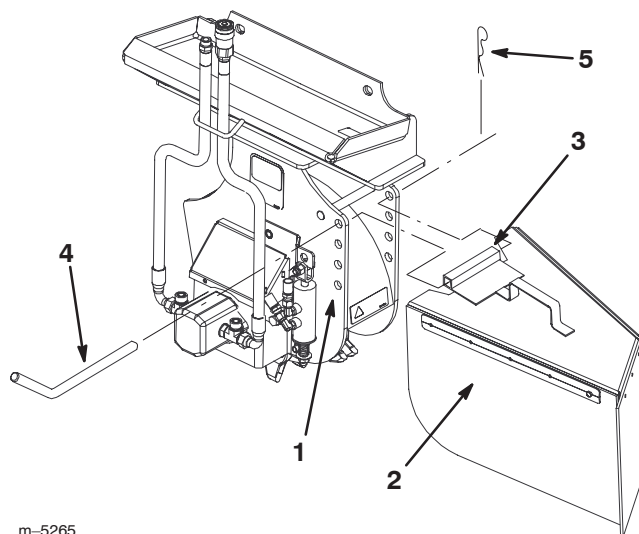

Bild 6
Das Auswurfblech der Stumpenfräse weist 4 Befestigungslöcher für eine optimale Positionierung auf (Bild 6). Bewegen Sie das Schutzblech nach oben (in die oberen Löcher), wenn Sie in der Nähe des Bodens arbeiten oder nach unten (in die unteren Löcher), wenn Sie höhere Stumpen abarbeiten. Montieren Sie das Auswurfblech wie folgt:
1. Positionieren Sie das Befestigungsrohr am Auswurfblech zwischen den beiden Löchern der Fräse (Bild 6).
2. Schieben Sie den Schutzblechstift durch die Löcher in der Fräse und dem Befestigungsrohr (Bild 6).
3. Sichern Sie den Stift mit einem Splint ab (Bild 6).